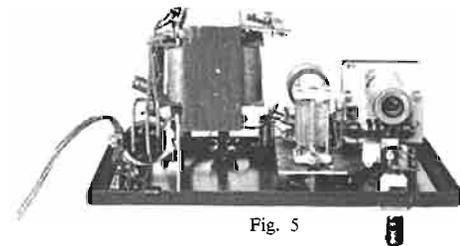

Fig. 5
N.D.L.R. — Afin de démontrer que la place disponible est suffisante, le montage figurant sur les figures 5 et 6 a été réalisé avec les éléments suivants : 1 transfo alim. 110/220, 2 x 360 V avec prise médiane, une redresseuse 5,4 W, une self de 200 Ω, deux chimiques de 15 mF... et les petits matériels cités plus haut.